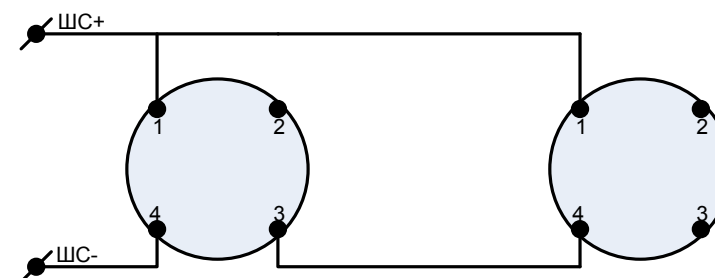

Рис.1
- 5.3. Подключите контакты основания к АПКП по схеме Рис.1